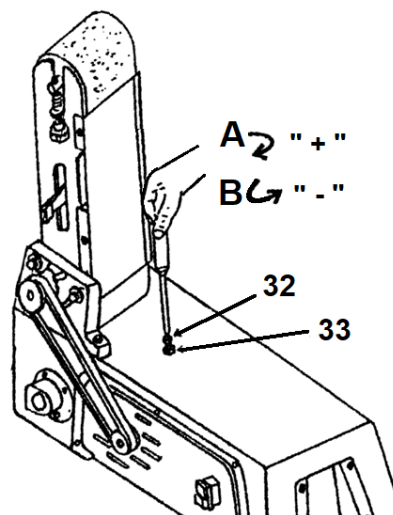

Figure 10-1: Tension de la courroie
Desserrez l'écrou (33, Fig 10-1) et réglez la tension de la courroie à l'aide de la vis (32). Si vous tournez dans le sens des aiguilles d'une montre (+) vous tendez la courroie, si vous tournez dans le sens contraire (-) vous la détendez.